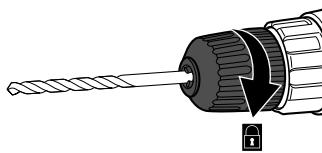

Fig. 3
- Fixer le mandrin sans clé (3) en position et tournez le manchon du mandrin (2) dans le sens horaire jusqu'à ce que la mèche est fixée correctement dans les mâchoires de l'étau (1) (Fig. 3).